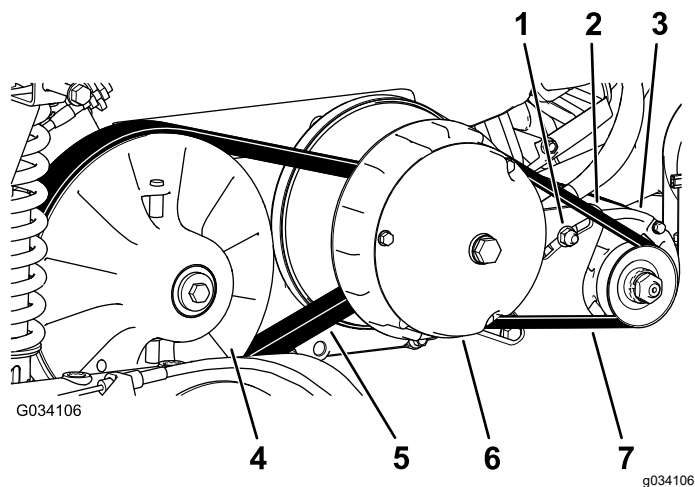

Figura 65
6. Fate girare la cinghia (Figura 65) ed ispezionatela per rilevarne eventuale segni di eccessiva usura o danni.
3. Girate la cinghia e fatela passare sulla frizione secondaria (Figura 65).
4. Rimuovete la cinghia dalla frizione primaria (Figura 65).
5. Allineate la nuova cinghia sopra la frizione primaria (Figura 65).
6. Girate la cinghia e fatela passare sulla frizione secondaria (Figura 65).
2. Allentate il dado di rotazione del generatore di avviamento (Figura 65).
4. Applicate una pressione verso il basso sul piede di porco per ruotare il motorino di avviamento fino alla fessura in modo che la tensione della cinghia consenta soltanto una flessione di 6 mm della cinghia stessa con forza pari a 44 N·m (Figura 65).
5. Serrate manualmente il dado di rotazione e rimuovete il piede di porco (Figura 65).